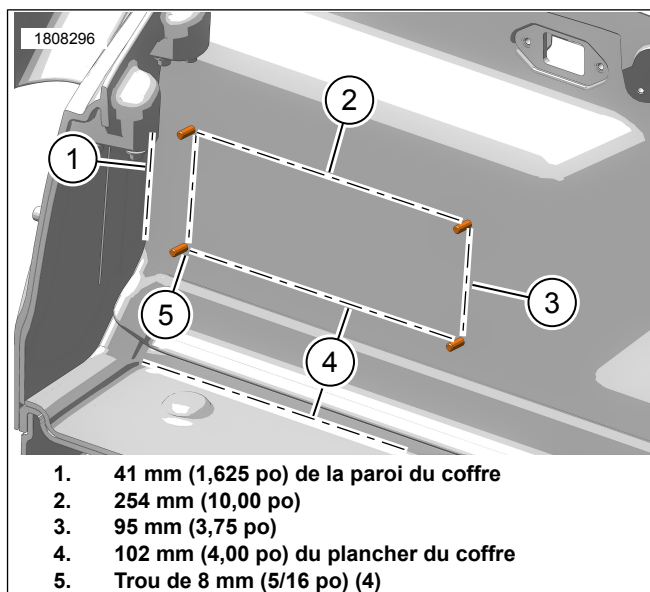

Figure 4. Dimensions des trous de montage de l'amplificateur
3. Figure 4 Percer des trous dans la carrosserie de la Trike.